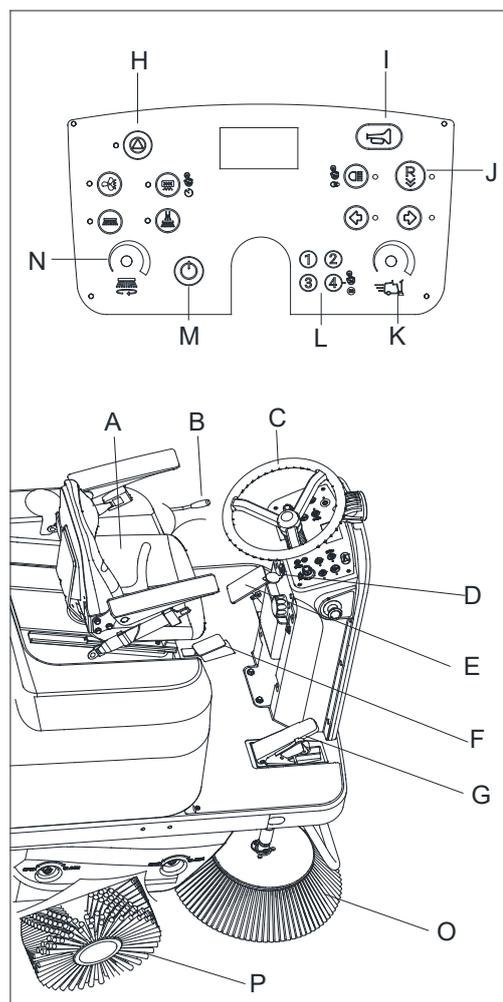

Figura 8
1. Sedersi sul sedile del conducente (A, Figura 8) e regolare la posizione con la leva (C, Figura 8) per consentire un facile raggiungimento di tutti i comandi.
2. Premere il pulsante di accensione (M, Figura 8). Verificare sul display il livello della batteria. Se necessario, ricaricare la batteria (fare riferimento al capitolo sulla manutenzione).
3. Utilizzare il tastierino a 4 cifre (L, Figura 8) per inserire la password. La password predefinita è 1234.
4. Dopo aver effettuato correttamente l'accesso, rilasciare il freno (E, Figura 8), premere il pedale dell'acceleratore (G, Figura 8) e guidare la macchina nell'area di lavoro.
5. Premere il pulsante di avvio (H, Figura 8) per avviare la modalità di pulizia. Le spazzole laterali e la spazzola principale si abbasseranno automaticamente al suolo e la ventola antipolvere inizierà a funzionare.
6. Premere il pedale dell'acceleratore (G, Figura 8) e guidare la macchina impugnando il volante (C, Figura 8) oppure premere il pulsante di retromarcia (J, Figura 8) per guidare la macchina in marcia avanti o in retromarcia. Regolare la velocità di guida utilizzando il selettore di velocità della macchina (K, Figura 8).
7. Regolare la velocità della spazzola laterale utilizzando il selettore di velocità della spazzola laterale (N, Figura 8) in base alle esigenze di pulizia.
8. Quando la macchina è accesa, è possibile ricaricare dispositivi come telefono o tablet tramite la porta di ricarica USB (D, Figura 8).
9. Premere il pulsante dell'avvisatore acustico (I, Figura 8) per avvertire le persone, quando necessario.
Il sistema di aspirazione della macchina funzionerà solo quando viene abbassata la spazzola principale. La spazzola principale e le spazzole laterali (P e O, Figura 8) possono essere abbassate o sollevate anche quando la macchina è in funzione.
10. Iniziare a spazzare ruotando il volante (C, Figura 8) e guidare la macchina in avanti con il pedale dell'acceleratore (G, Figura 8).
11. Rilasciare il pedale dell'acceleratore (G, Figura 8) per interrompere il movimento.
12. Premere il pulsante di avvio (H, Figura 8) per spegnere la spazzola principale, la spazzola laterale e la ventola antipolvere. La spazzola principale e le spazzole laterali si sollevano automaticamente dal pavimento. L'impianto della ventola antipolvere si spegne dopo un ritardo di diversi secondi.
4. Per raccogliere materiali di scarto leggeri e ingombranti, sollevare la gomma anteriore premendo il pedale flap (F, Figura 8); tenere in considerazione che la capacità di aspirazione della macchina si riduce quando la gomma anteriore viene sollevata.